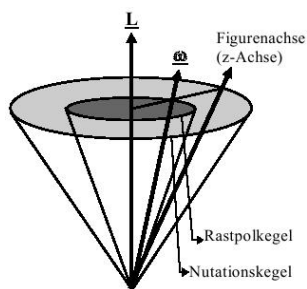
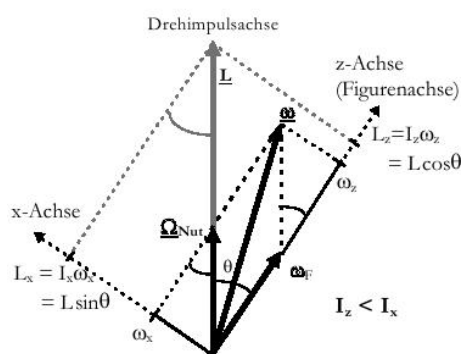

Abbildung 4: Nutationskegel eines kräftefreien Kreisels
Abbildung 11: Vektorzerlegung beim kräftefreien Kreisel
Kreisel jedoch einen kleinen seitlichen Stoss, so sind der Drehimpulsvektor und die Figurenachse (Hauptträgheitsachse) nicht mehr parallel. Gleichung (2) mit  $I_x = I_y \neq I_z$  führt dann dazu, dass die Figurenachse und  $\vec{\omega}$  nun um den raumfesten Drehimpulsvektor  $\vec{L}$  (dieser hat sich durch den Schlag nur leicht geändert) nutieren, so wie in Bild 4 dargestellt. Die Winkelgeschwindigkeit dieser Nutationsbewegung ist gegeben durch
in einer Ebene, so dass  $\vec{\omega}$  in den Richtungen von  $\vec{L}$  und der Figurenachse  $z$  in Komponentenvektoren zerlegt werden kann (s. Abb. 11).
Die Punkte der Figurenachse mit den Ortsvektoren  $\vec{r} = (0, 0, r_z)$  besitzen die Geschwindigkeit  $\vec{v} = \vec{\omega} \times \vec{r} = \vec{\Omega}_{nut} \times \vec{r}$  senkrecht zu  $\vec{L}$  und zur  $z$ -Achse. Jeder Punkt der Figurenachse durchläuft folglich einen Kreis senkrecht zum raumfesten Drehimpuls. Die Figurenachse insgesamt bewegt sich auf dem Mantel eines Kegels, dem Nutationskegel (siehe Bild 4), mit der Spitze im Drehpunkt und dem Öffnungswinkel  $\theta$  zwischen Drehimpuls und Figurenachse. Die Bewegung heißt Nutation. Ebenso durchläuft auch der Vektor der Winkelgeschwindigkeit einen Kegel, den Rastpolkegel. Aus  $L_x = I_x \omega_x$ ,  $L_x = L \sin \theta$  und  $\omega_x = \Omega_{nut} \sin \theta$  (s. Abb. 11) folgt für den Betrag von  $\vec{\Omega}_{nut}$